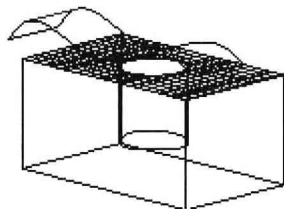
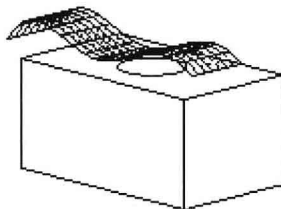
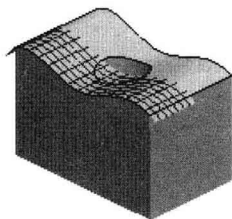

图 1.32
图 1.33
图 1.34
(1) 选择实体的一个表面, 如图 1.32 所示。
(2) 选择“编辑”→“偏移”命令。
(3) 选择“替换”偏移曲面类型。
(4) 选择如图 1.33 所示的曲面。
(5) 在操控板中单击“选项”按钮, 选择 Keep Replace quilt (保持替换面组) 选项, 在替换特征中保留原有的曲面。
(6) 单击鼠标中键完成后的模型如图 1.34 所示。